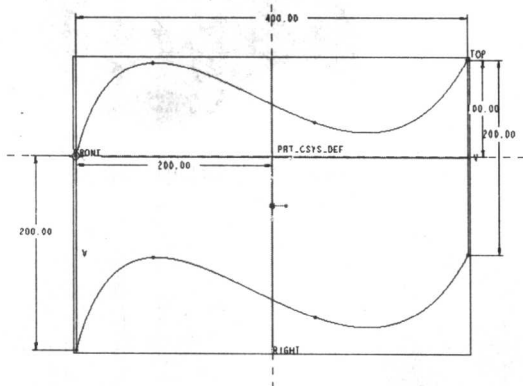
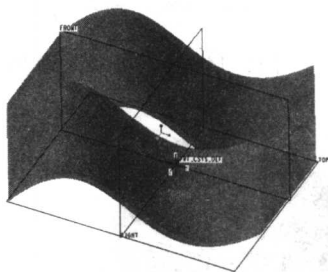

图 2-9 绘制的截面
图 2-10 拉伸曲面预览图
(3) 绘制如图 2-9 所示的截面, 单击草绘命令工具栏中的按钮, 系统回到零件设计模式。
(4) 在拉伸曲面特征面板中按钮后面的一栏中, 输入拉伸值“200”。
(5) 单击预览按钮, 拉伸曲面如图 2-10 所示。此时按钮变成按钮。